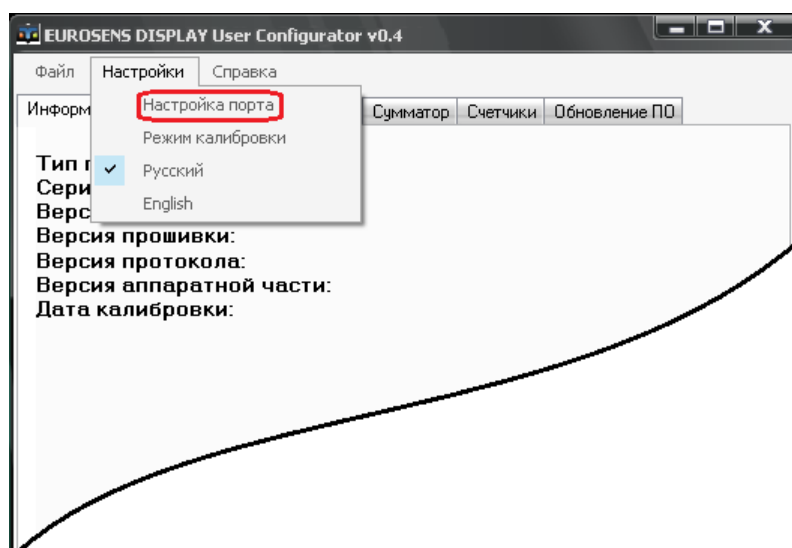

Рис.19
- 3) выбрать в меню "Настройки" пункт "Настройка порта" (рис.19):